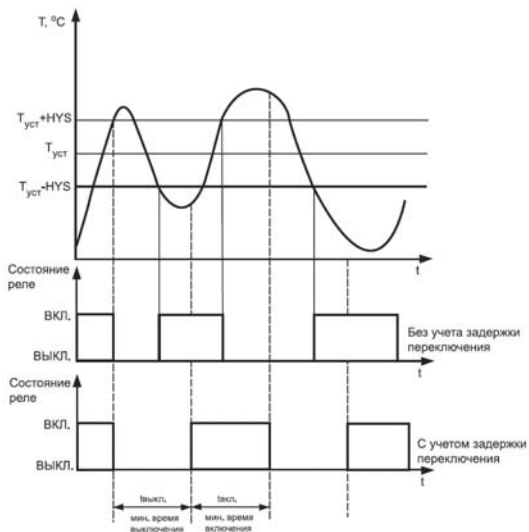

Рисунок 3.8
3.1.5.1.3 Для ЛУ может быть задано минимальное время удержания выхода в замкнутом и разомкнутом состояниях. ЛУ может удерживать выход в соответствующем состоянии в течение заданного времени, даже если по логике работы устройства сравнения требуется переключение (рисунок 3.8).